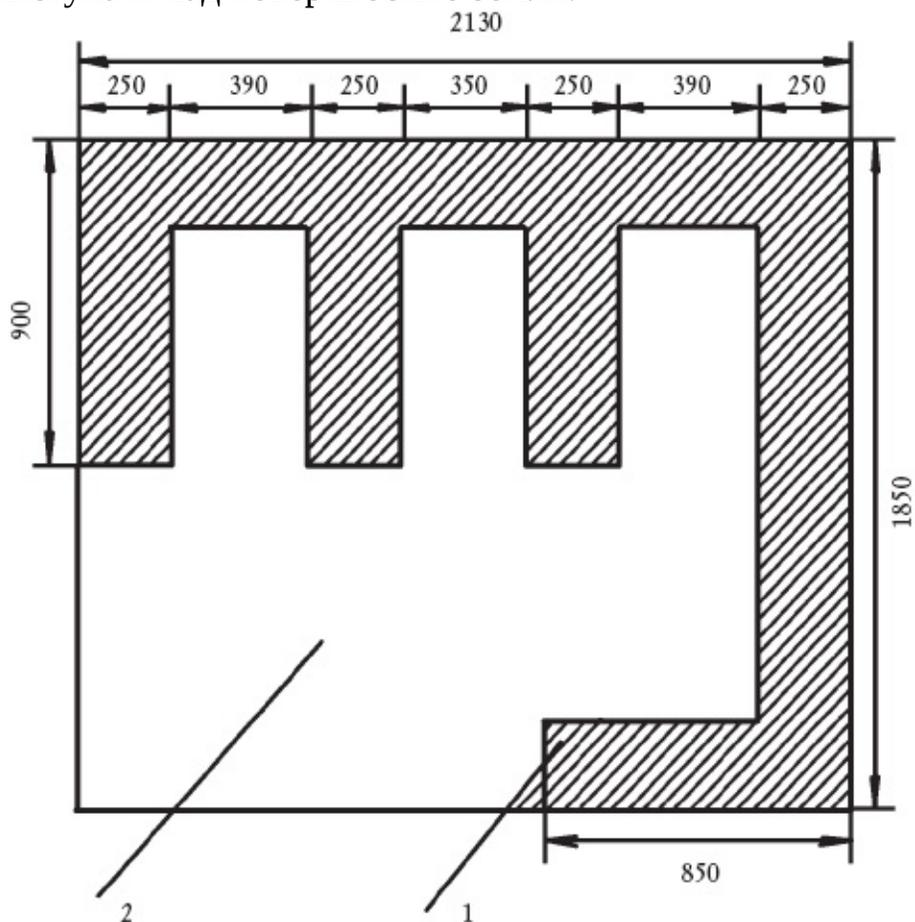

Рис. 45. Ленточный фундамент под садовый камин в плане (размеры указаны в миллиметрах):
1. Определите место, где будет находиться садовый камин. После этого на участке размером 2 Ч 2,5 м выполните разметку (рис. 45) для мелкозаглубленного ленточного фундамента, вбейте колышки, обозначив траншею шириной 25 см, снимите верхний слой грунта и углубите траншею еще на 15 см.